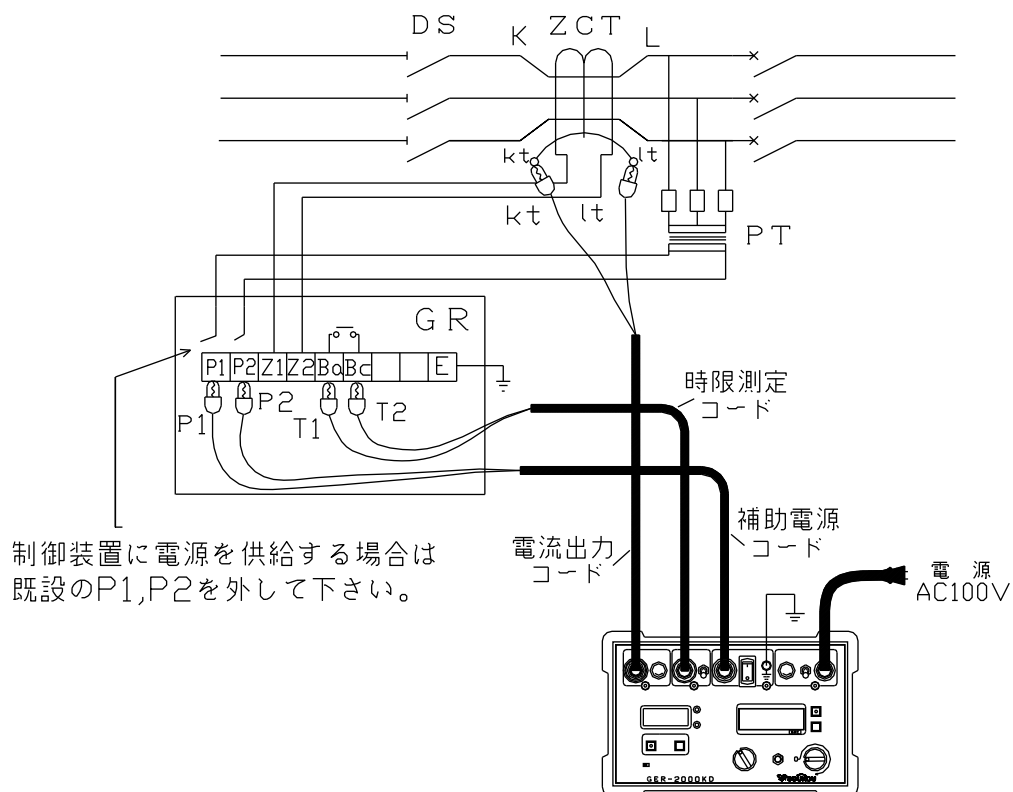

図 3：試験回路図
7. 以上のような点を注意し、試験回路を構成します。(図3、4、5)